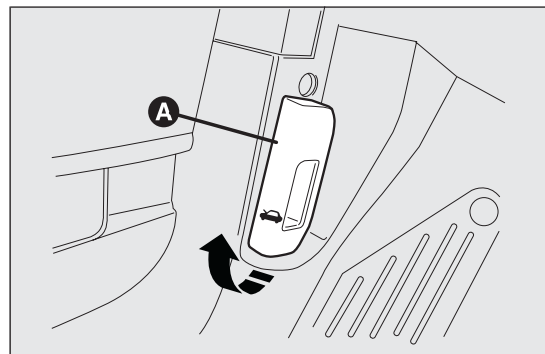

fig. 98
- ☐ tirare la leva A fig. 98 nel senso indicato dalla freccia;